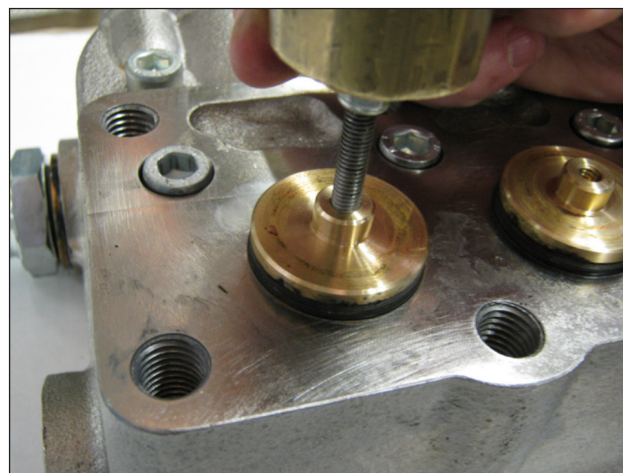

Fig. 17
- Los tapones de la válvula de aspiración y envío de las bombas KT24-28-30-32-WK155-WK6 (Fig. 17).